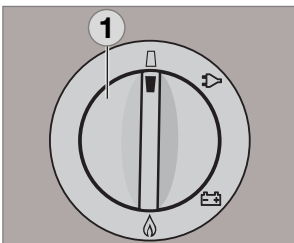

Abb. 40
- Stellen Sie bei Batteriezünder-Modellen den Energiewahlschalter **(1)** auf Position **"AUS"**. Das Gerät ist abgeschaltet (Abb. 40).